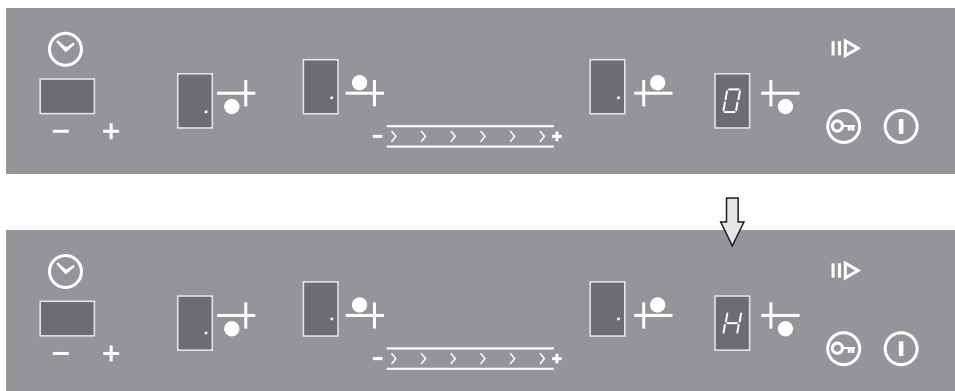

Рис. 7
После выключения конфорки в окне индикации ^③ (рис. 7) высвечивается буква «Н» (от англ. hot – «горячий»). Индикация «Н» гаснет, когда температура рабочей зоны становится безопасной.